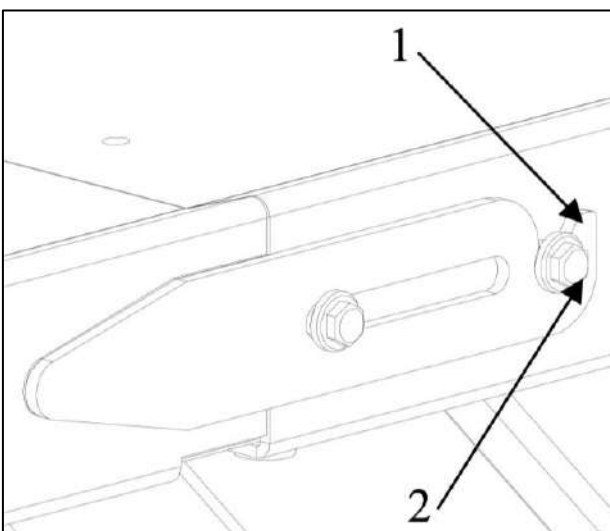

Fig. 7 - Fastgørelse af plade på platformen
8. Monter den yderste plade på platformen vha. de fire medfølgende bolte. Se på fig. 7 hvordan beslaget skal fastgøres. Det er muligt at vippe denne del ned når liften er hævet. Det gøres ved at løsne bolten (nr. 2) og skyde beslaget fremad. Dette kan gøres både med og uden forhjulsholderen. Denne pneumatiske forhjulsholder kan købes på vores hjemmeside nimalift.dk.